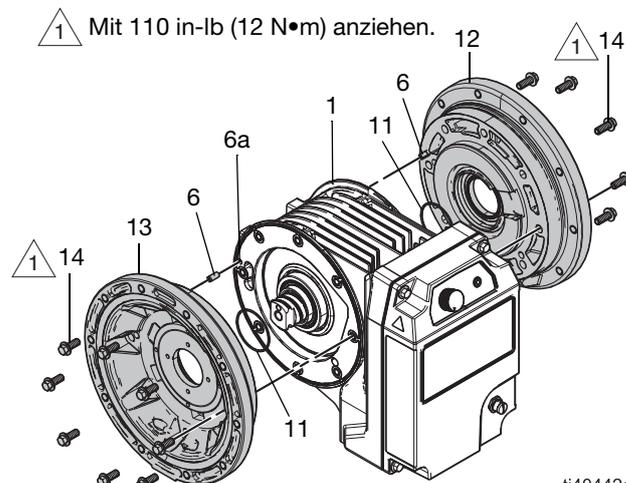

ABB. 18: Mittelgehäuse, Lastseite
4. Installieren Sie die Dichtung (47) an der Nabe (8).
5. Montieren Sie die andere Dichtung (11) an der Nabe Griff (8).
6. Montieren Sie die Vorspannmutter und die Nabe (9, 8) an der lastseitigen Kappe (13):
- a. Tragen Sie Gleitmittel auf die Nabengewinde (8) auf.
- b. Schrauben Sie die Vorspannnabe (8) auf die lastseitige Stator-kappe (13). Stellen Sie sicher, dass die Lippen der Vorspannnabe (8) zur Mitte des Rotors (7) zeigen.
- c. Drehen Sie die Nabe (8), bis die Dichtung (47) die Bohrung der Kappe (13) berührt.
- d. Montieren Sie die lastseitige Stator-kappe (13) auf dem Statorgehäuse (1). Bauen Sie zunächst eine neue Dichtung (11) in die Stator-kappe (13) ein. Siehe ABB. 18
- e. Richten Sie den Stift (6) in der Stator-kappe (13) auf das Stiftloch (6a) am Statorgehäuse (1) aus und setzen Sie die Stator-kappe (13) vorsichtig ein. Vergewissern Sie sich, dass die Stator-kappe richtig eingesetzt ist. Siehe ABB. 18
- f. Bauen Sie die Befestigungen (14) in die Stator-kappe (13) ein. Mit 12 N•m (110 in-lb) festziehen. Siehe **Anweisungen zum Drehmoment**, Seite 15.
- g. Setzen Sie das Montagewerkzeug für die Vorspannnabe in die Vorspannnabe (8) ein.
- h. Ziehen Sie die Vorspannnabe (8) mit einem passenden Schraubenschlüssel am Montagewerkzeug für die Vorspannnabe mit einem Drehmoment von 27 N•m (20 ft-lb) an.